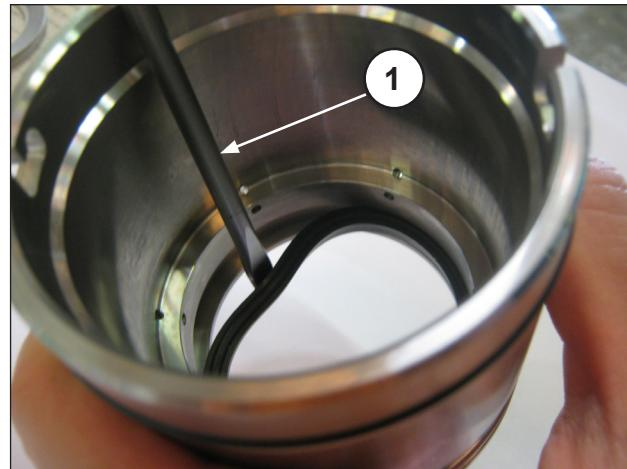

Рис. 164
Для снятия уплотнения для низкого давления необходимо использовать толщиномер или другой инструмент, который не может повредить гнездо опоры уплотнений (поз. ①, Рис. 164).